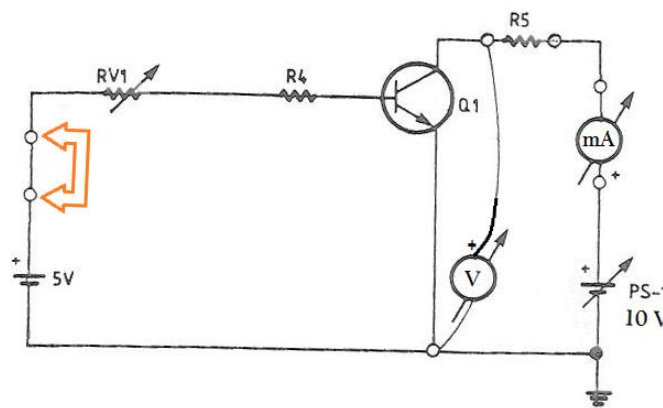

Fig. 4: Ganho de Corrente
8. Incremente o indicador de experiência para 17. Conecte o circuito ilustrado na Fig. 4.